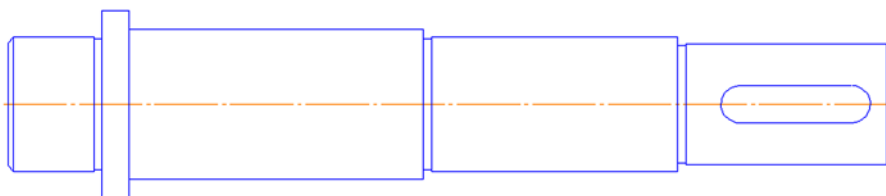

Рис. 2.15. Возможный чертёж вала после построения трёх канавок
- подобным образом чертим канавки на других ступенях вала (рис. 2.15).